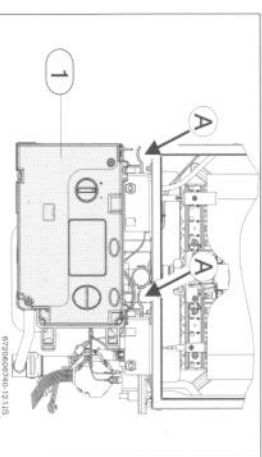

Fig. 6 Retirar a caixa de comando
- Uma vez a caixa de comando retirada, posicioná-la de acordo com a Fig. 6.
- Pressionar e manter pressionada a tecla de programação (Fig. 6, pos. 4), colocar o interruptor principal (Fig. 6, pos. 3) na posição 1.